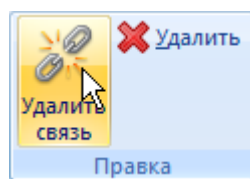

Рис. 18-11 – Панель «Правка»
- 5) Выбрать сценарий эксплуатации и нажать кнопку «Удалить связь» панели «Правка» (рис. 18-11).